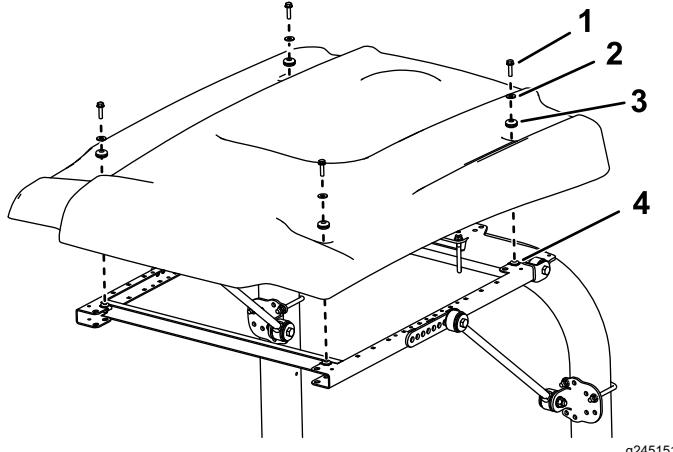

Figura 6
10. Ao alinhar os furos de montagem, posicione o toldo na estrutura como se mostra na **Figura 6**.
11. Monte, sem apertar completamente, cada canto do toldo na estrutura com um parafuso de cabeça flangeada (5/16 pol. x 1¼ pol.), uma anilha pequena e um olhal (**Figura 6**).